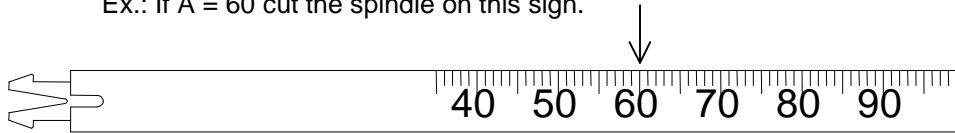

Figura P2
3. tagliare il quadro catenaccio in corrispondenza della tacca che riporta il valore di A (vedi figura P2);
4. tagliare la vite passante superiore (A) e le viti passanti inferiori (B,C), entrambe in dotazione alla placca maniglia, in funzione di A secondo la tabella T2.